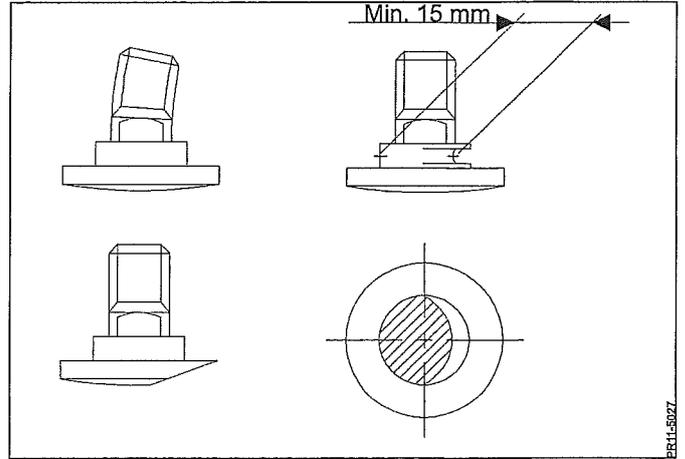

Fig. 5-2
- Fig. 5-2 Messerbolzen auswechseln wenn: